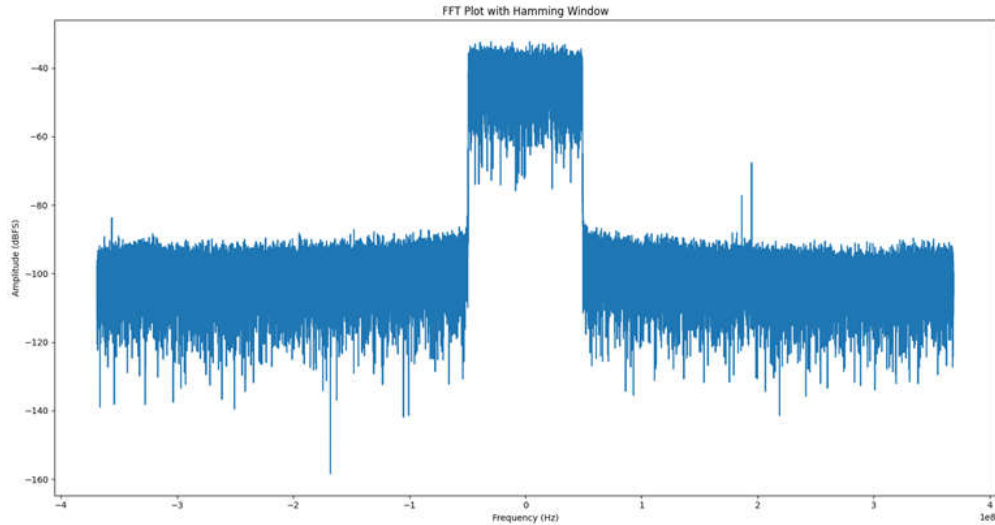

图 5-2. 显示环回 TM3.1a 波形的 FFT
- 从 `Hitek_RF_INTF_Common_Files_2023-06-07\software\x64_64\analysis\jesd` 目录运行 `.\run_freq_plot.exe 2 .\cw_capture_fb0.txt 737280000` 命令，以显示具有 FB 捕获汉明窗的快速傅里叶变换 (FFT)。FB 在 4T4R2F 模式下以 737.28Msps 的频率进行采样，如图 5-2 所示。您可以放大以调整图像中的视图。